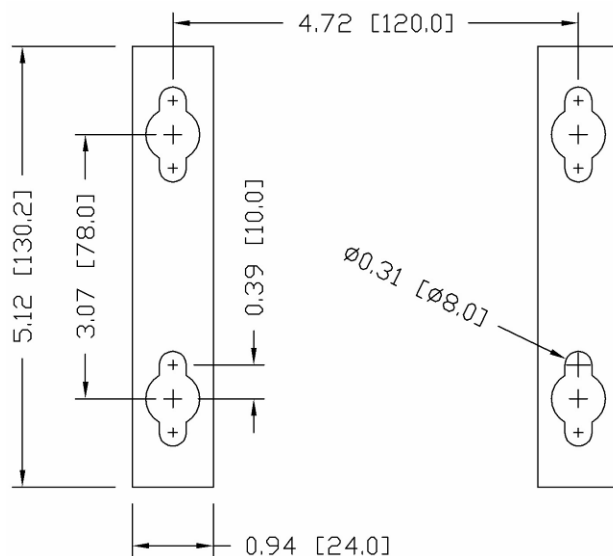

Figura 2-10: Dibujo del patrón de orificios
4. Marque la posición de los orificios de montaje en la pared según las dimensiones mostradas en la Figura 2-10 o sosteniendo la terminal sobre la superficie y marcando los orificios.